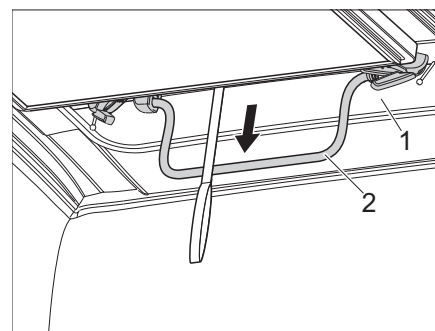

Fig. 51 Abbassamento del tetto sollevabile
- Abbassare lentamente il tetto sollevabile (Fig. 51,1) tirandolo per la staffa (Fig. 51,2) con sguardo rivolto verso la parte posteriore e osservare se il tessuto della tenda cade correttamente all'interno.